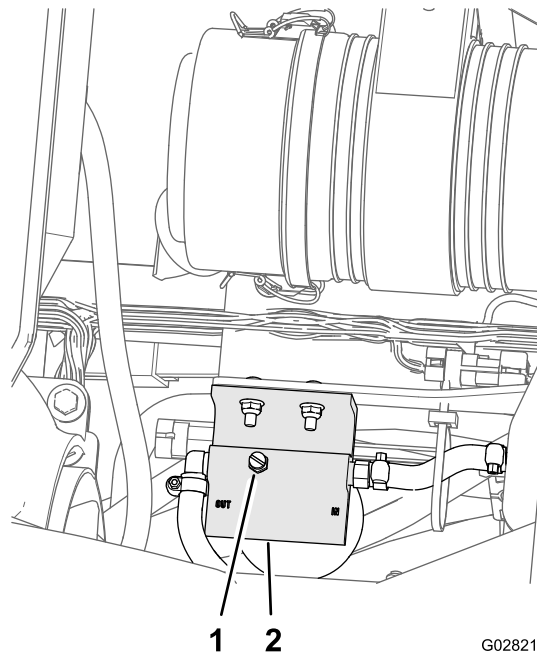

Figura 54
5. Allentate il tappo di sfiato sopra al separatore carburante/condensa (Figura 54).
7. Serrate il tappo di sfiato (Figura 54) e girate l'interruttore di avviamento sulla posizione Off.